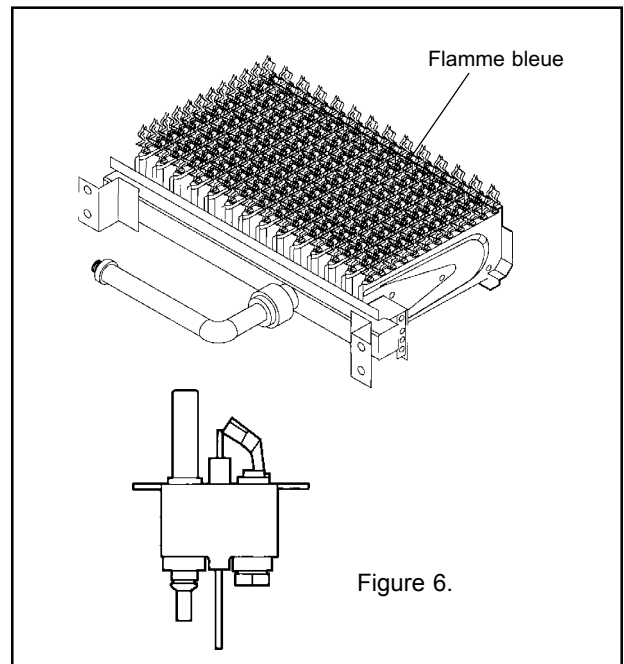

Figure 6.
2. Examiner visuellement le brûleur principal et la flamme du pilote du brûleur (sur les modèles millivolt). La flamme doit être bleue. Si elle apparaît jaune, il faut vérifier et nettoyer les brûleurs; voir la figure 6.